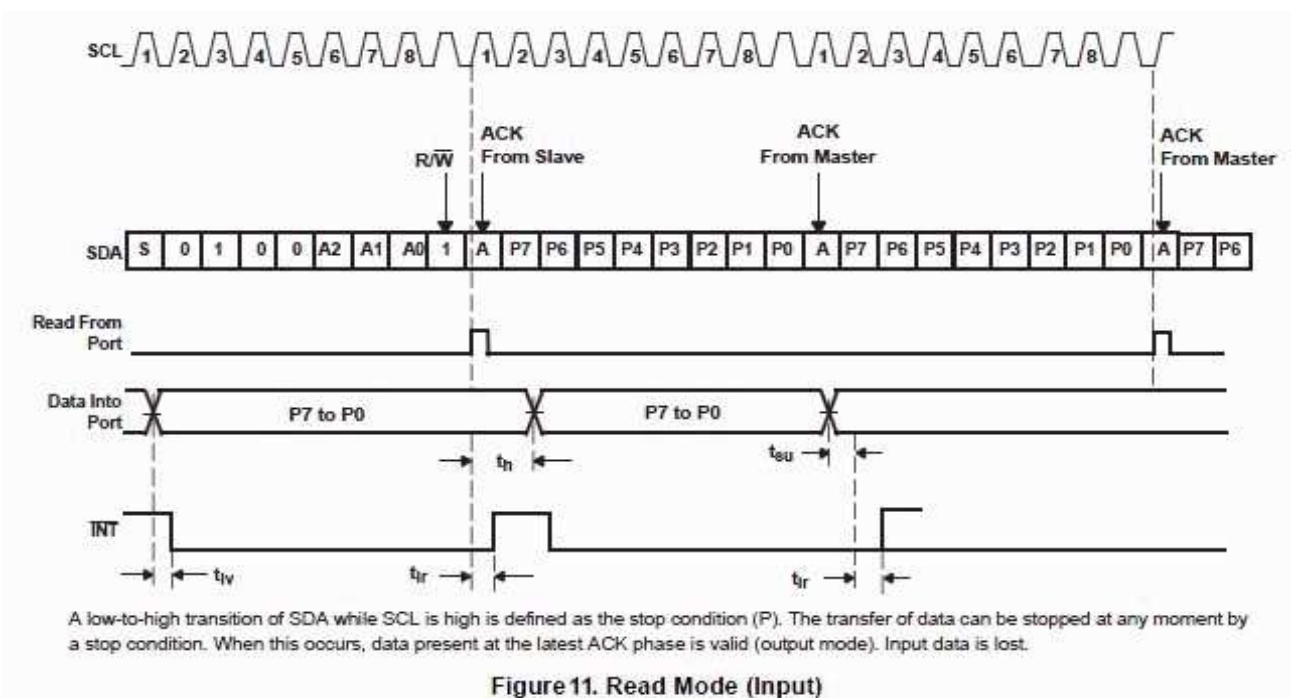
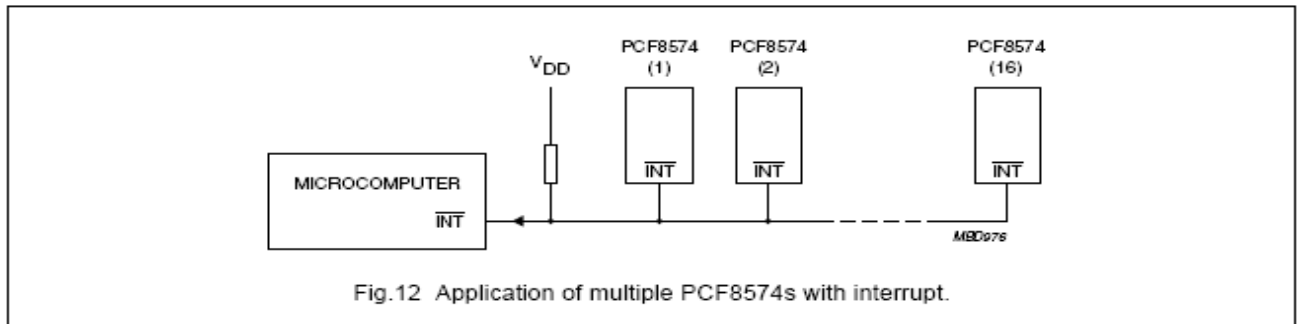

Figure 11. Read Mode (Input)
Fig.12 Application of multiple PCF8574s with interrupt.
Cada una de las ocho E/S del PCF8574, pueden ser independientemente utilizadas por separado, como una entrada o salida. Los datos de entrada se transfieren desde el puerto hasta el microcontrolador por el modo **lectura** (ver Fig. 12). Los datos de salida se transmiten al puerto por el modo de **escritura** (ver Fig. 11).
7.2 Interrupt (ver figs. 12 y 13).